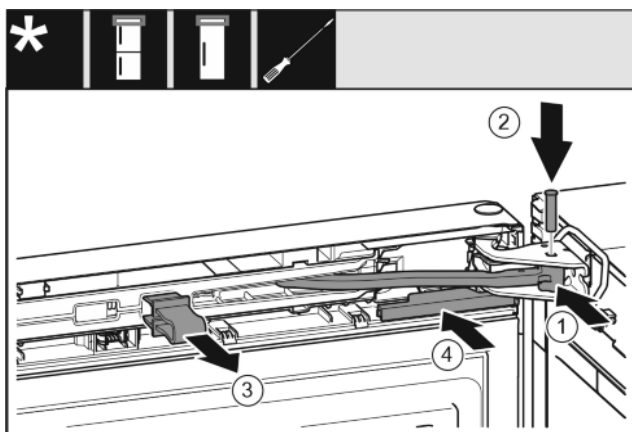

Fig. 39
- ▶ Поверните шарнир в опорном кронштейне. Fig. 39 (1)
- ▶ Вставьте палец в опорный кронштейн и шарнир. При этом следите за тем, чтобы выступ фиксатора занимал правильное положение в пазу. Fig. 39 (2)
- ▶ Снимите предохранитель. Fig. 39 (3)
- ▶ Надвиньте крышку. Fig. 39 (4)